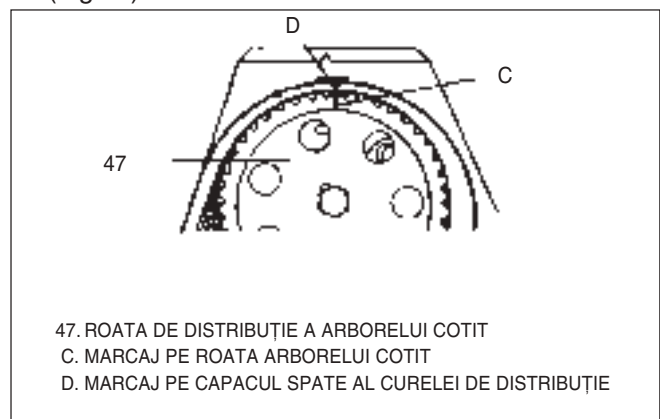

Fig. 16 Alinierea marcajului de pe folia arborelui cu came
- Se rotește motorul în sensul de rotație până când pistonul nr.1 ajunge în punctul 10° înaintea punctului mort superior(marcajul (A) de pe folia arborelui cotit corespunde cu vârful indicator (B) de pe capacul de distribuție) (Fig.16).
- Când distribuția este reglată corect marcajul (C) de pe roata arborelui cu came va fi aliniat cu marcajul (D) de pe capacul spate al curelei de distribuție (Fig.16)